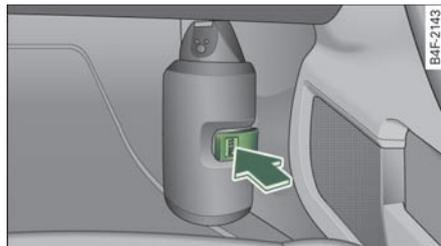

图 245 副驾驶员脚部空间中的灭火器
- 按压带有“PRESS”（按压此处）字样的按钮松开固定带 => 图 245 - 箭头所示-。